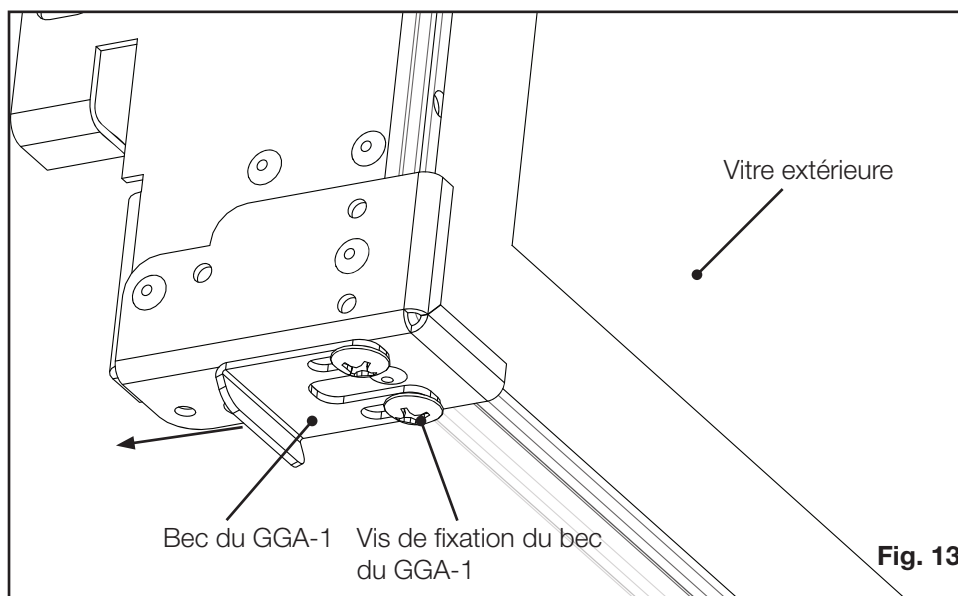

Fig. 13
10. Les becs du GGA-1 doivent être installés vers l'appareil. Il peut être nécessaire de desserrer les vis de fixation des becs au bas de chaque côté du GGA-1 et de les faire glisser jusqu'en arrière du GGA-1. Resserez les vis de fixation (**Fig. 13**).